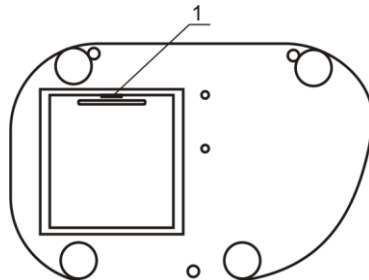

Fig.1 Panneau inférieur
- Conformément à la fig.1/1, insérez une épingle à tête plate pointue dans le petit emplacement situé sur la partie inférieure, puis ouvrez le compartiment à piles.